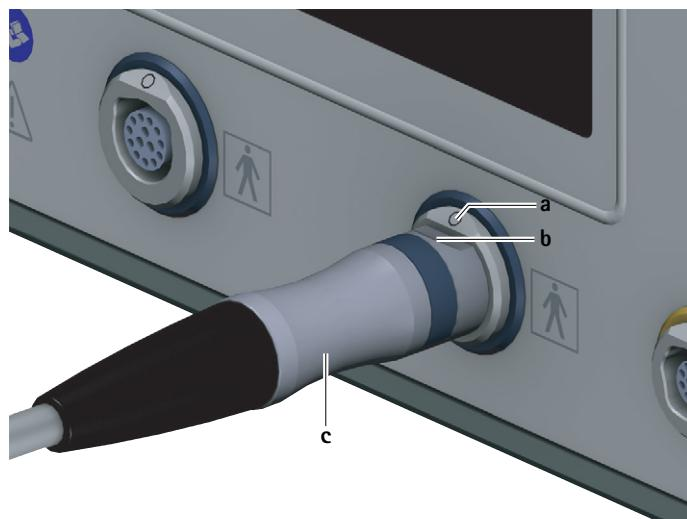

Fig. 3 Collegamento cavo motore
- ▶ Orientare il connettore per la centralina **c** sul cavo motore in modo che la marcatura **b** del connettore coincida con quella **a** presente sulla presa di collegamento dei motori **7**, vedere Fig. 3.
- ▶ Estrarre il connettore del cavo motore **c** dalla centralina **7**, vedere Fig. 3.